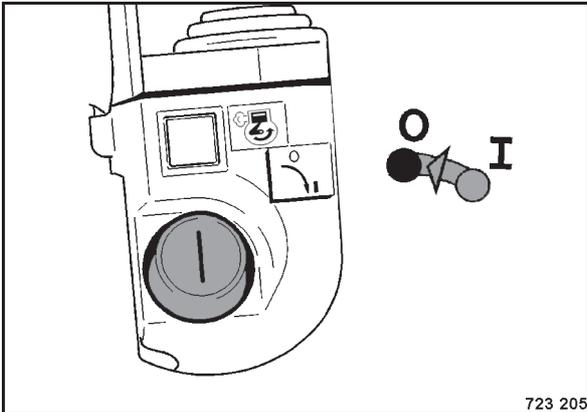

Bild 72
- Zündschlüssel auf Stellung „O“ drehen (Bild 72) und abziehen.